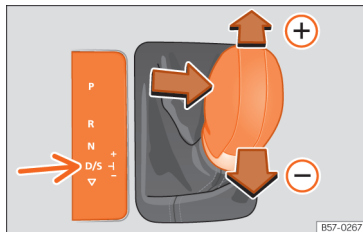

Fig. 86 Alavanca seletora na posição Tiptronic
- Empurre a alavanca para a frente (+) ou para trás (-) para engrenar uma mudança mais alta ou mais baixa »» Fig. 86.